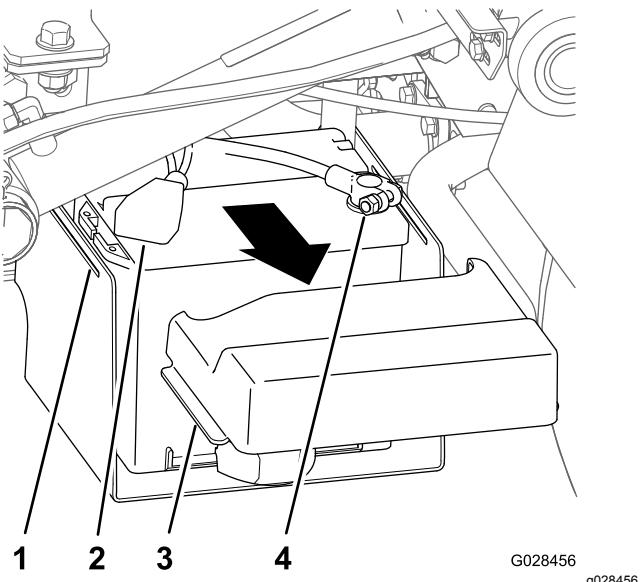

Figure 22
- Appuyez de chaque côté du couvercle de la batterie pour dégager les languettes des fentes dans la base de la batterie, et déposez le couvercle de la base (Figure 22).
2. Replacez le capuchon sur la borne négative de la batterie (Figure 22).
3. Débranchez la cosse positive de la batterie (Figure 22).